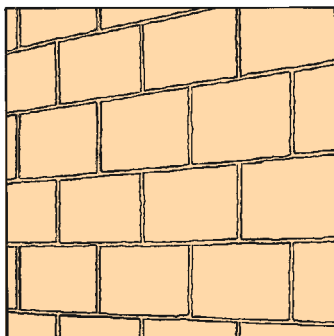

fig. 1.1.1
- Murature nuove in mattoni (fig. 1.1.1).